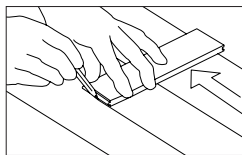

Figura 14
• **Table de sacrificio:** Si la pared no está derecha, corte la primera tabla (Figura 14) según sea necesario para mantener alineamiento con la línea entizada. Instale una table de sacrificio (con un borde recto) utilizando los sujetadores apropiados para la base. Si se usa una tabla para la hilera de comienzo, asegúrese de que la ranura quede dirigida hacia la pared.
• **Cuñas:** Alinee la primera hilera con la pared usando las cuñas para mantener la expansión de 1/2" (13 mm) en posición y estabilizar el producto. Si la pared no está derecha, corte la primera tabla (Figura 14) según sea necesario para mantener alineamiento con la línea entizada.